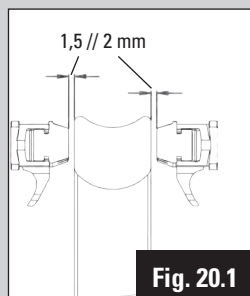

Fig. 20.1
1. Réglage garde patins (Clé Allen de 3mm, Fig. 20.1) : **rotation horaire** : le patin **s'éloigne** de la jante // **rotation antihoraire** : le patin **se rapproche** de la jante